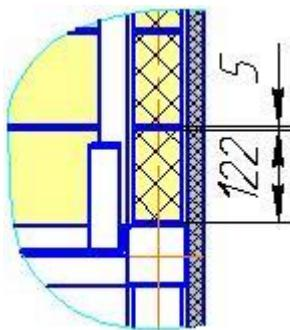

Рис. 6. Кладка вертикальных стенок кирпича
4. Выполнить кирпичную кладку на вертикальных боковых и задней стенках гриля (рис.6). Кладку выполнить на огнеупорной смеси с толщиной около 3...5 мм в семь кирпичей до полного заполнения ручья под его установку. В противном случае придется резать кирпич для обеспечения полного заполнения ручью. Кирпич в ручьи заводится сверху через окна. Кирпич необходимо прижимать к дальней вертикальной стенке, т.к. на следующем этапе